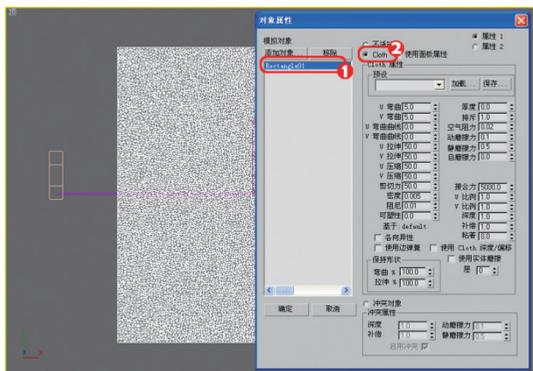

图9-73 设置布料属性
**04** 然后，选择矩形，按照图9-73所示的参数进行设置。